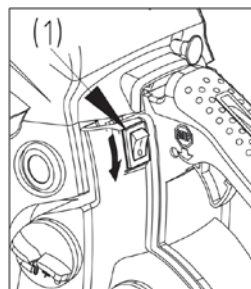

Рис. 13
2. Переведите выключатель двигателя в положение «О» — выключить (Рис. 13, поз. 1).